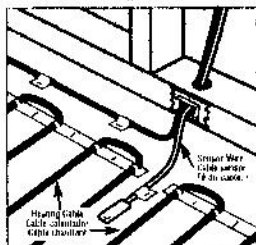

Fig. 2
- Pull sensor wire into ECB and secure to the box. See Figure 2. The sensor must not cross or overlap any other cable on the floor. ANI must be embedded in the non-conductive based mortar in the same manner as the heating cables.
- Tirer sur le fil du capteur dans le boîtier et le fixer au plafond (voir la figure 2). Le fil ne doit pas croiser ni passer par-dessus un autre fil ou câble sur le plancher et doit être encastré dans le mortier à base de ciment de la même façon que les câbles chauffants.